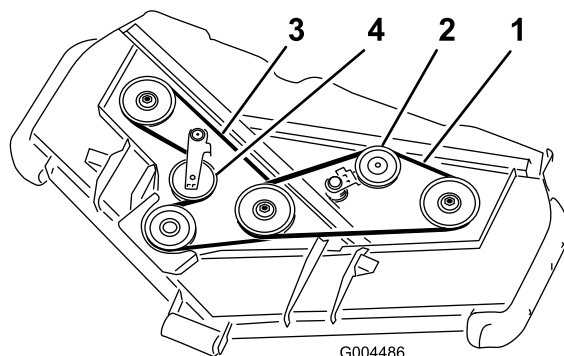

図 58
3. バールなどの工具を使って上ベルト用イドラプーリ(図 58)をベルトから引き離してベルトの張りをなくす。
4. 図 58のように、ギアボックスプーリ、下ベルト用スピンドルプーリ、イドラプーリに新しいベルトを回しかける。
5. 図 58のように、上ベルト用スピンドルプーリとイドラプーリアセンブリに新しいベルトを回しかける。